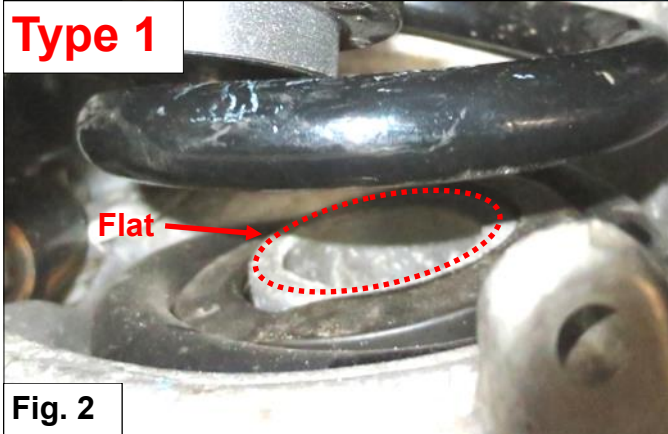

Fig. 2
1. Démontez l'écrou inférieur de l'amortisseur. **Veillez à ce que les uyaux de frein et les câbles du système ABS ne soient pas tendus.** Voir Fig. 2.
1. Constateer welk type draagarm er onder de auto gemonteerd zit, **type 1** (vlak gat) of **type 2** (niet vlak gat). Zie Fig. 2 & 5.
1. Determine which type of support arm is mounted under the car, **type 1** (flat hole) or **type 2** (not flat hole). See Fig. 2 & 5.
1. Bestimmen Sie, welche Art von Tragarm unter dem Fahrzeug montiert ist, **Typ 1** (eben Loch) oder **Typ 2** (uneben Loch). Siehe Fig. 2 & 5.
1. Déterminez quel type de bras de support est monté sous la voiture, **type 1** (trou plat) ou **type 2** (trou non plat). Voir Fig. 2 & 5.